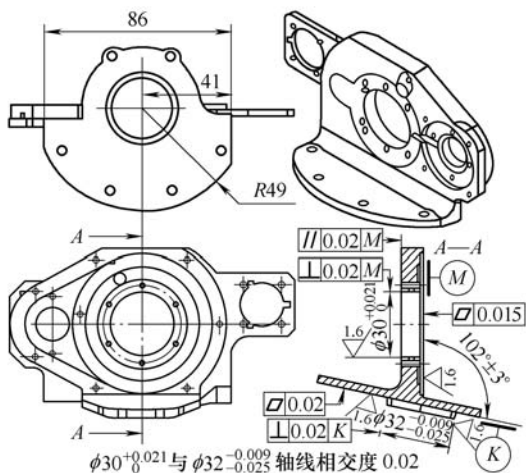

图1 支架简图
随着数控加工技术的广泛应用，零件结构复杂程度不断提高，有些零件加工中，定位、装夹非常困难，不适合多次定位、装夹。整体机加工一次成形技术是在卧式或立卧转换加工中心机床上，按角度旋转、翻转工作台，对零件所有面、孔等整体一次加工成形，满足图样所有形位公差要求后，再分层掏铣零件与工艺柄相连部分，使工艺柄与工件分离。如图1所示，零件材料是铝合金2A12-T4型材，外圆
0.006mm，钻攻 $3 \times M6-6H$ 螺纹，点钻铰孔 $2 \times \phi 3\text{mm}$ （定位销孔），钻孔 $2 \times \phi 13\text{mm}$ 弯板固定过孔，铣削让位扁孔（为精加工图1零件K面、 $\phi 32\text{mm}$ 孔时，棒铣刀具可以探入扁孔内加工）。